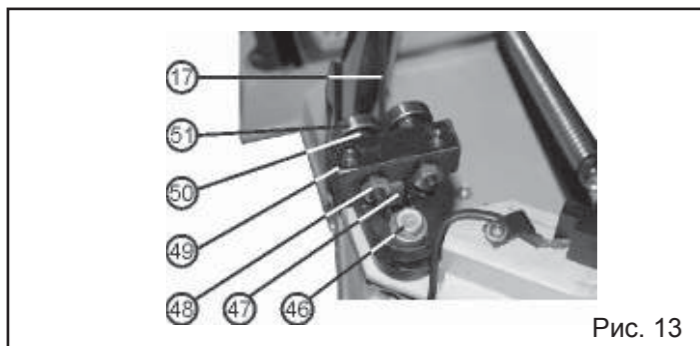

Рис. 13
9.4.5. Для перемещения направляющих подшипников (51) в поперечном направлении необходимо ослабить фиксацию гаек (48) шестигранник эксцентричной оси (50) вращать гаечным ключом (не комплектуется), установить подшипники (51) таким образом, чтобы расстояние между пильной лентой (17) и направляющими подшипниками (51) составляло 0,03 мм с каждой стороны пильной ленты (17), зафиксировать положение гайками (48).
Рисунок 13 для наглядности выполнен со снятым защитным кожухом (27) Рис.8
9.4.6. Для выполнения качественной работы, уменьшения нагрузки на пильную ленту (17) и обеспечения техники безопасности при выполнении пиления заготовки, необходимо максимально возможно сблизить верхнюю и нижнюю направляющие пильной ленты (40 и 49).